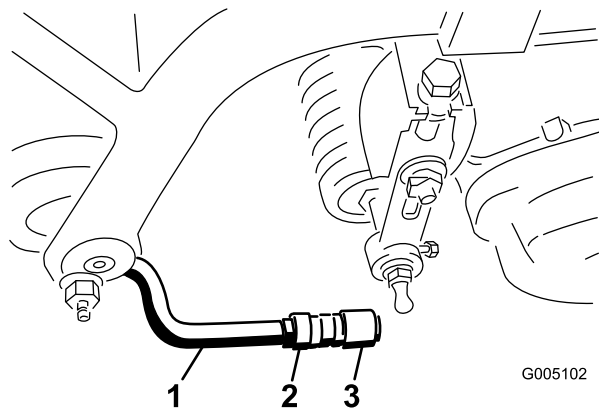

Figure 11
6. Alignez les boîtes des rotules de sorte que le côté ouvert soit centré vers la sphère. Serrez les contre-écrous pour fixer les boîtes de rotules en position (Figure 11).